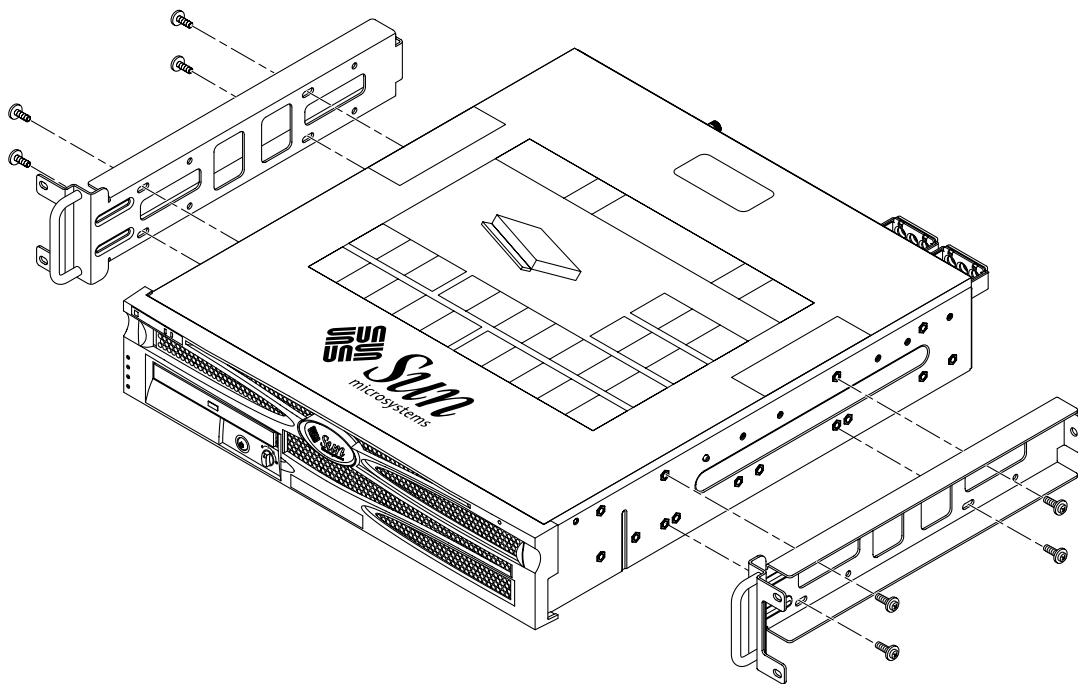

图 3-19 将侧导轨固定到服务器上
10. 用八颗 M5 × 10 SEM 螺钉（每根侧导轨用四颗），将这两根侧导轨分别固定到服务器两侧（图 3-19）。